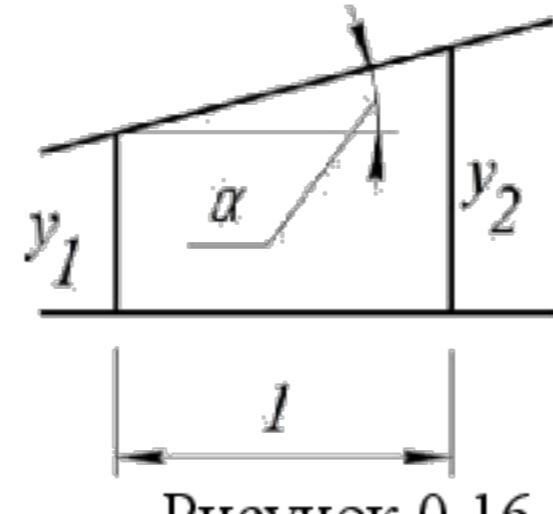

Рисунок 0.16
3. Влияние сосредоточенного момента (рис.0.16)
Из рис.0.16 видно, что второй (дробный) множитель равен tga – тангенсу угла наклона л.в. к оси балки в месте приложения сосредоточенного момента, т.е
Чтобы учесть влияние сосредоточенного момента нужно умножить его на тангенс угла наклона л.в. к оси балки в сечении, где он действует. При этом принимается следующее правило знаков: момент, действующий по часовой стрелке, считается положительным; угол α , отсчитываемый против часовой стрелки, принят положительным. На рис.0.16 угол α положительный.